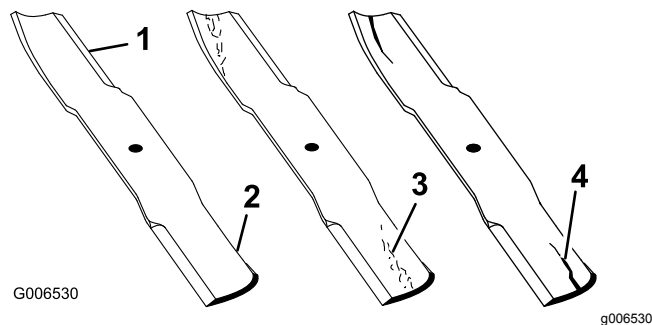

図 55
- 刃先の部分を点検する 図 55。
- ひび、磨耗、割れの発生などがあれば、直ちに新しいブレードに交換する 図 55。